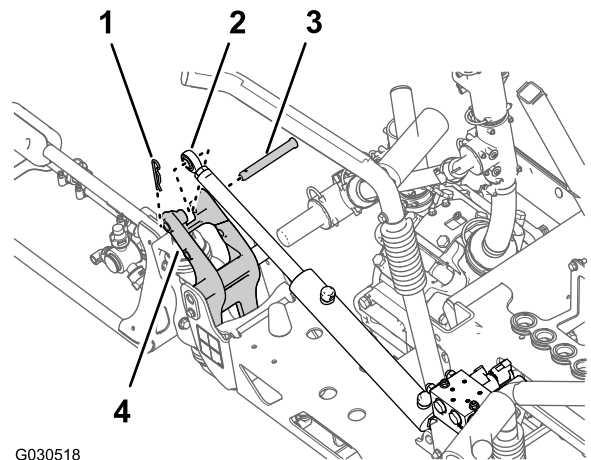

Bild 38
- Nehmen Sie den Lastösenbolzen und den Splint ab, mit denen das Stangenende des Hubzylinders an der Schwenkhalterung befestigt ist (Bild 38).